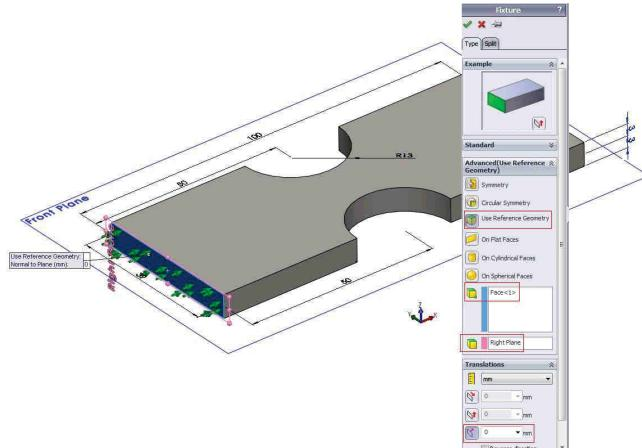

Fig. 10.7
- Se va anula translația piesei pe direcția X pe fața „39x6”, fig. 10.7.
- The 0 value is imposed for the X translation on the „39x6” face, fig. 10.7.